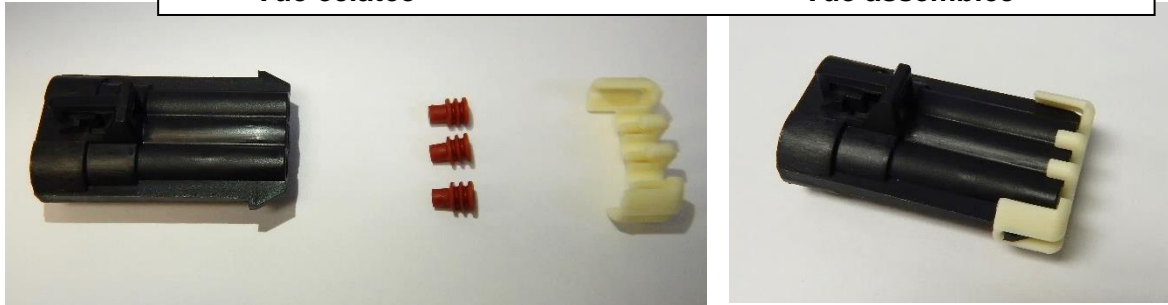

Figure 10b
4. **Figure 10b:** Fixer le capuchon protecteur assemblé (item 3) au renfort du support (item 4) à l'aide d'une attache de nylon 4.8mm x 8" lg (item 2).
5. **Figure 10b:** Fixer **sans serrer** le harnais électrique de rallonge (**non inclus**) (item 5) au renfort du support (item 4) à l'aide d'une attache de nylon 4.8mm x 8" lg (item 2a).
**IMPORTANT :** Le harnais de rallonge (item 5) doit pouvoir se déplacer dans l'attache de nylon (item 2a).
6. **Figure 10b:** Fixer le harnais électrique de rallonge (item 5) au tube de métal à l'aide d'une attache de nylon 4.8mm x 8" lg (item 2).